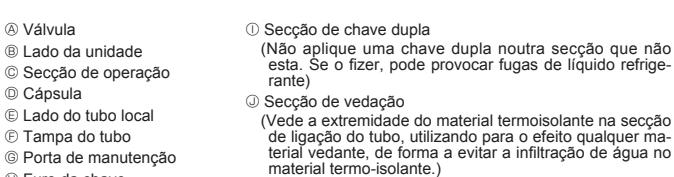

Fig. 4-7
(2) Lado do gás da válvula de retenção (Fig. 4-7)